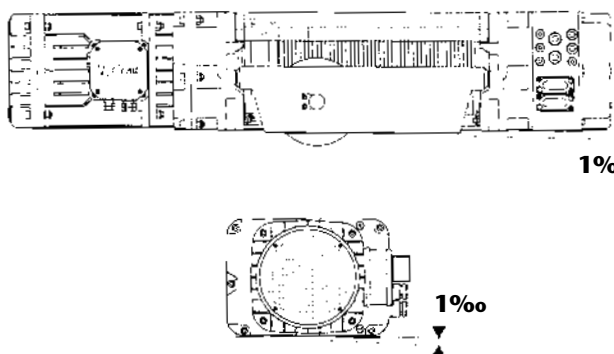

fig. 26
- version posée, sur une surface permettant la fixation des anneaux de levage avec une tolérance sur le plan horizontal entre les points reposant sur la surface de $\pm 1\text{‰}$ (fig. 26).